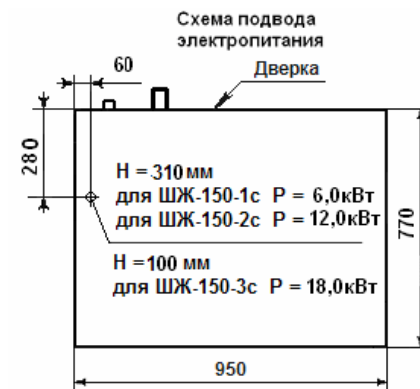

Рис.5
6.9 Рекомендуем, подвод электропитания к шкафу производить, скрытой в полу, трубной разводкой. Диаметр трубы – не менее 1/2" (Ø=22мм), см. рис.5. Электропровода, заводимые в шкаф, до клеммного блока, должны иметь термоустойчивую изоляцию, с температурой длительной эксплуатации не менее 150°C.